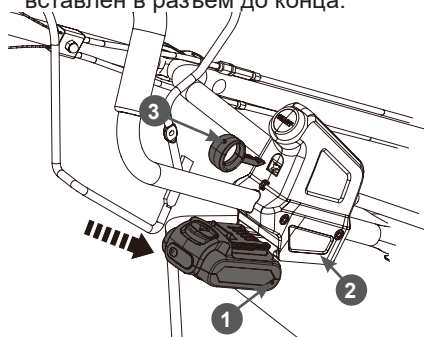

Рис. 11. Установка аккумулятора
2. Установите аккумулятор в разъем аккумулятора на блоке электрозапуска (Рис. 11). Убедитесь, что аккумулятор вставлен в разъем до конца.